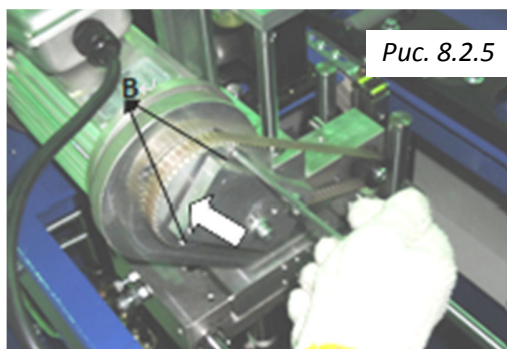

Рис. 8.2.5
1. Доступ к 4 винтам можно осуществить торцевым ключом с внутр. шестигранником, повернув зубчатый шкив, пока 2 отверстия В не совпадут с 4 винтами двигателя. (Рис. 8.2.5).
2. Не ослабляйте слишком сильно винты, потяните двигатель по стрелке, чтобы натянуть ремень. (Рис. 8.2.5).